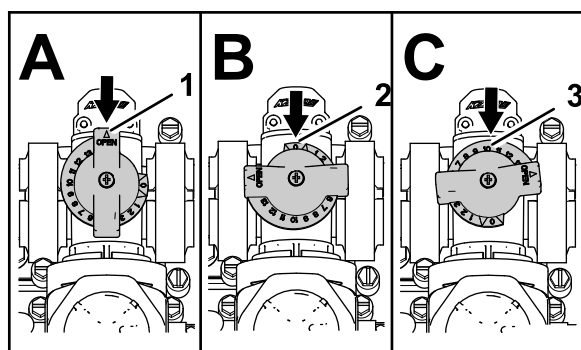

Рисунок 23
- Перепускной клапан перемешивания находится в полностью открытом положении, как показано на Рисунок 23А.
- Перепускной клапан перемешивания находится в закрытом (0) положении, как показано на Рисунок 23В.
- Перепускной клапан перемешивания находится в промежуточном положении (отрегулированном в соответствии с показаниями манометра системы опрыскивателя), как показано на Рисунок 23С.